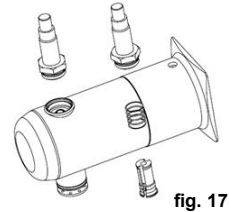

fig. 17
- Svitare con il cacciavite l'unità terminale superiore ed estrarre la molla e il nucleo del magnete. (fig. 17)
- Inserire la molla e il nucleo del magnete nell'unità terminale superiore e fissare con il cacciavite sul pezzo d'uscita. (fig. 17, pagina 25)